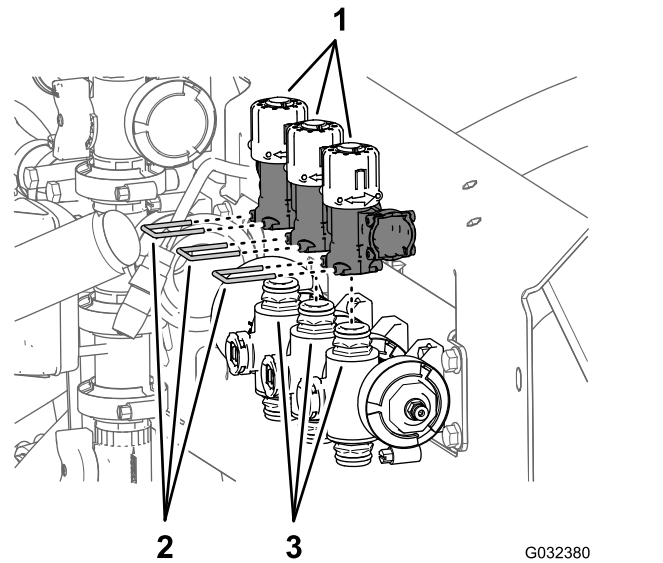

Figura 57
1. Retire os 3 retentores que prendem as 3 válvulas de distribuição às 3 válvulas do coletor (Figura 57).
2. Levante as 3 válvulas de distribuição dos 3 acopladores rápidos das válvulas do coletor (Figura 57).